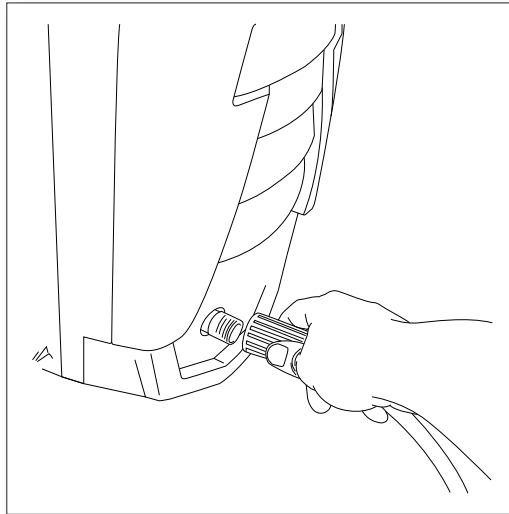

Fig. 4
- Atornille la manguera de alta presión (a la derecha) en la parte frontal de la unidad de la parte inferior (**Fig. 4**). Tire hacia atrás del collar e inserte la junta tórica puesto en la salida del agua lo suficiente como para que el collarín se puede enroscar en las roscas, hasta la salida de mano. No utilice unos alicates o pinzas para apretar. Si es que lo tiene menos de seis o más vueltas no se ha apretado correctamente el adaptador de manguera de alta presión. Es más fácil colocar la arandela en frente de ustedes, de manera de asegurar que las roscas se inicien correctamente. Falta de apretar bien la manguera de alta presión de la manguera se desliza o saltar inmediatamente después de encender la unidad. No se preocupe por daños si esto ocurre, vuelva a instalar y hay que extremar el cuidado a atornillar el adaptador de manguera de alta presión.